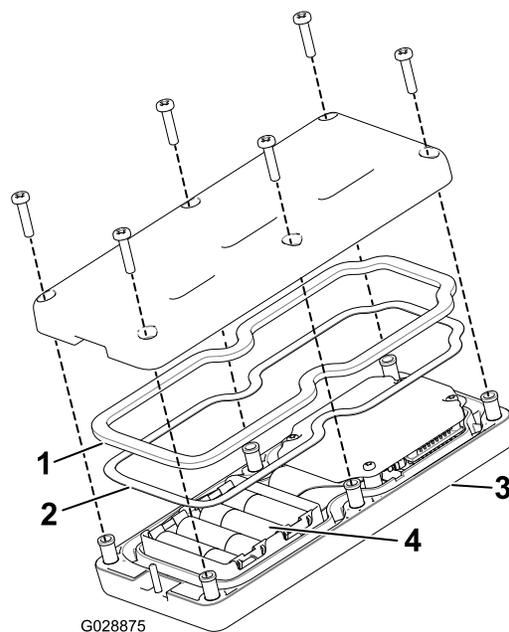

图18
- 3. 确保钢垫片和橡胶密封件正确放置于遥控器的槽内，然后将后盖放回原位（图18）。
- 4. 用 6 个螺丝固定后盖（图18），上紧螺丝扭矩至 1.5~1.7Nm。
2. 将电池放入电池端子仓位，注意遵循正确的电池极性。（如果放置不正确、遥控器不会发生损坏、但遥控器无法操作。）电池端子仓位分别带有正负极标志（图18）。